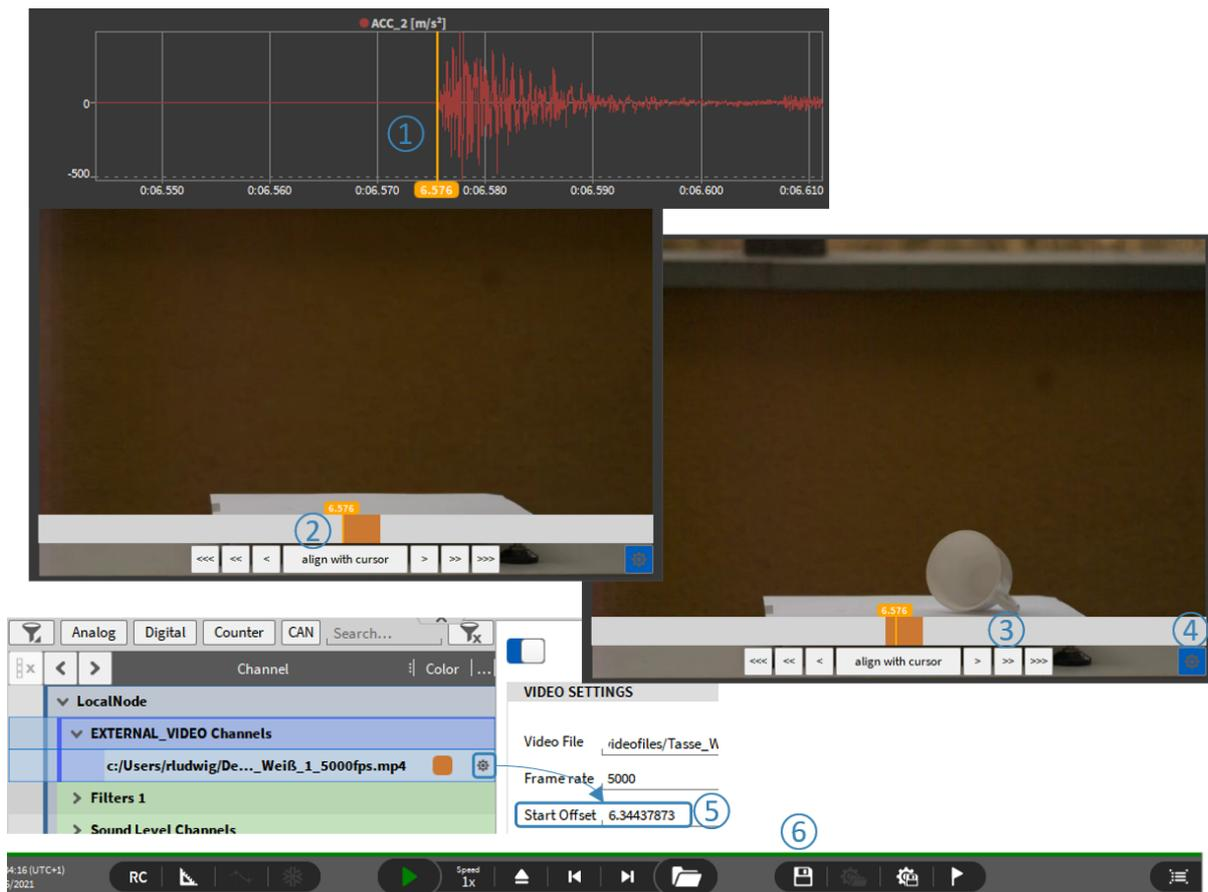

Abb. 7.171: Ausrichten von Video- und Sensordaten
1. Verwenden Sie den Recorder, um den orangefarbenen Cursor zum Referenzereignis für die Datensynchronisierung zu bewegen (siehe ① in Abb. 7.171)
2. Drücken Sie *mit dem Cursor ausrichten*, um den Videostart in die orange Cursorposition zu bewegen, um eine grobe Zeitanpassung vorzunehmen (siehe ② in Abb. 7.171)
3. Verwenden Sie für Feinzeitanpassungen die Schaltflächen <<<, <<, < & >, >>, >>>, um die Zeitachse auszurichten (siehe ③ in Abb. 7.171)
4. Wenn Sie fertig sind, kann die Zeitleiste ausgeblendet werden (siehe ④ in Abb. 7.171)
5. Der absolute Zeitversatz ist auch im Kanal-Setup des Videos zu sehen (siehe ⑤ in Abb. 7.171)
6. Die Einstellungen können im Dateifile gespeichert werden (siehe ⑥ in Abb. 7.171)